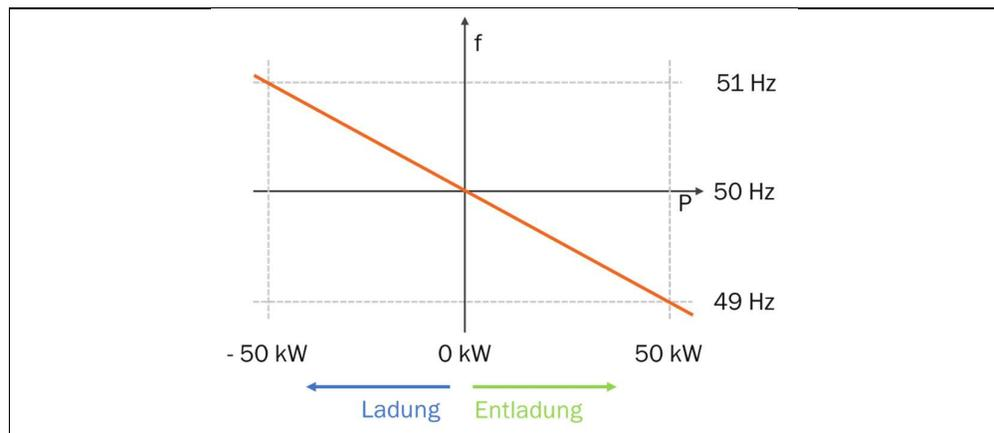

Abb. 5: Beispielhafte P-f-Kennlinie des INTILION | scalestac
- Bei der voreingestellten Kennlinie beträgt die Frequenz 50 Hz, wenn keine Leistung gefahren wird. Die Steigung von 2 % ist auf die Frequenz bezogen und stellt sich bei der Nennwirkleistung des Batteriespeichers ein. Abb. 5 zeigt dazu eine beispielhafte Kennlinie des INTILION | scalestac power; bei Nennwirkleistung von ± 50 kW stellt sich eine Frequenz von 49 Hz bzw. 51 Hz ein.